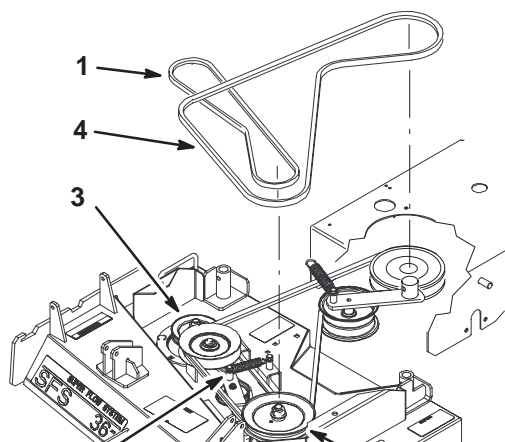

Figure 58
6. Débranchez le ressort du bras de la poulie de tension pour réduire la tension sur le bras et la poulie de tension, puis enlevez la courroie usagée (Fig. 58).
7. Installez une courroie neuve autour de la poulie d'axe extérieure, de la poulie de tension et dans la gorge inférieure de poulie d'axe double (Fig. 58).
8. Raccrochez le ressort du bras de tension (Fig. 58).